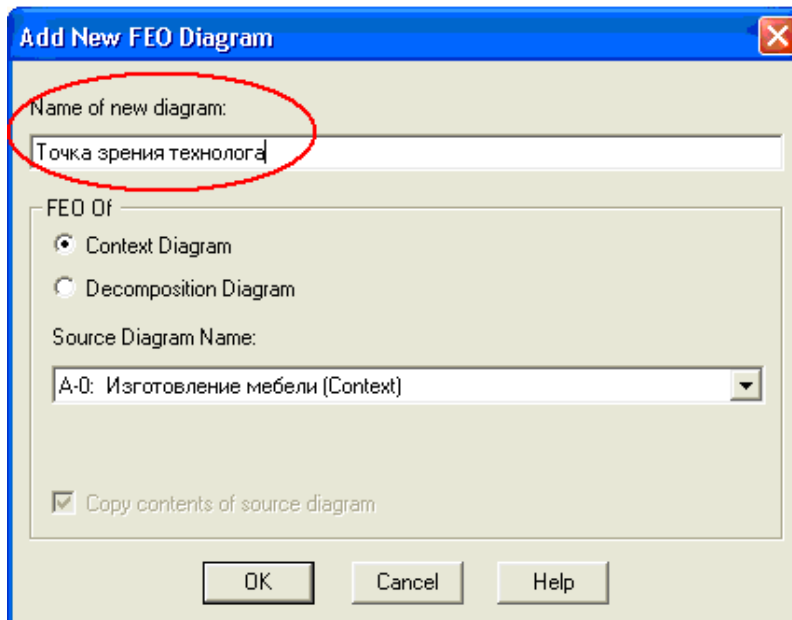

Рис. 4.10. Диалоговое окно Add New FEO Diagram
2. Укажите имя диаграммы FEO и тип родительской диаграммы (рис. 4.10.).